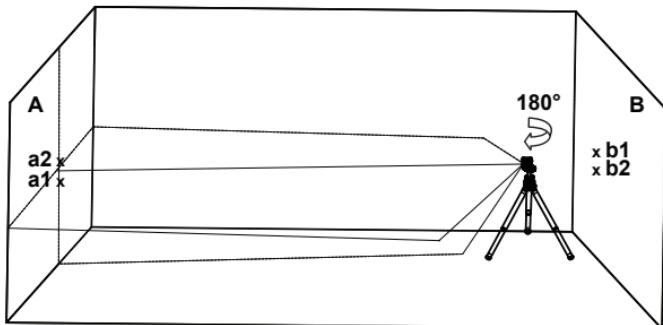

Figura 4
- 8) Gire el láser 180° hacia la pared A, y marque en la pared el centro de las líneas cruzadas como a2 (ver la figura 4).